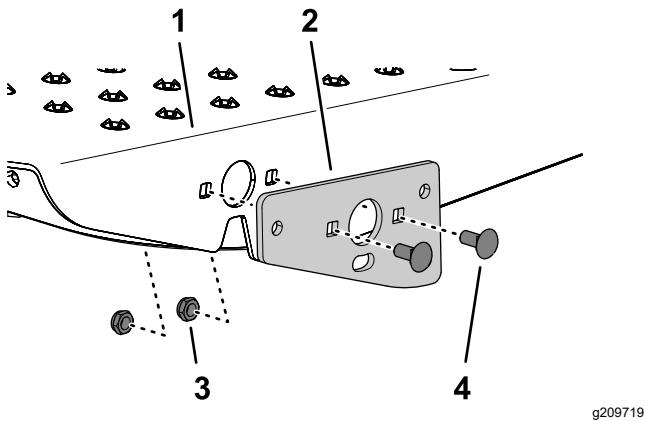

图 5
1. 如 图 5所示使用 2 个托架螺栓 $5/16 \times \frac{3}{4}$ 英寸和 2 个锁紧螺母 $5/16$ 英寸将枢轴支架组装到脚踏板上。